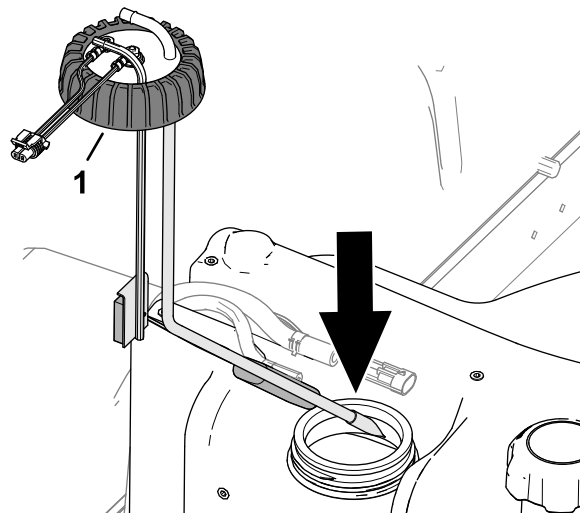

**Figura 87**
2. Coloque cuidadosamente el tubo de aspiración de combustible y el flotador en el depósito de combustible (Figura 87).